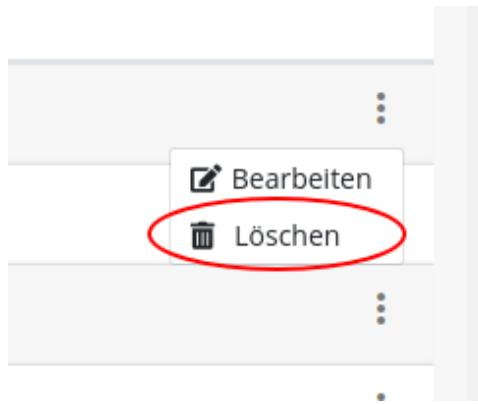

Abbildung 53: Löschen eines Zustands
- Klicken Sie auf der Übersichtsseite in der entsprechenden Reihe rechts auf das ausklappbare Menü (gekennzeichnet durch drei vertikale Punkte, vgl. Abbildung 53)